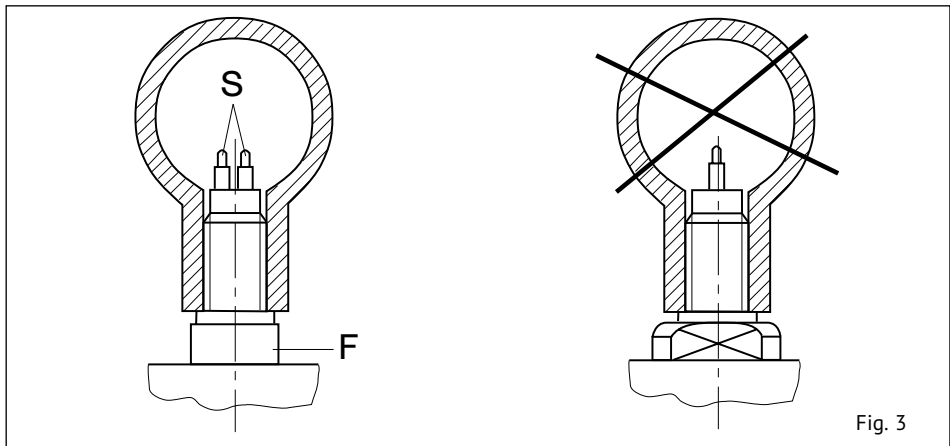

Fig. 3
- Die Messfühler (S) müssen nebeneinander im Rohr liegen (siehe Fig. 3).
- The two sensors (S) must be side by side across the direction of flow (see fig. 3).
Die beiden Messfühler (S) müssen im eingebauten Zustand nebeneinander im Strömungsmedium liegen. Dies ist der Fall, wenn die Schlüsselansatzflächen (F) parallel zur Rohrleitung stehen (siehe Fig. 3). Bis 64 mm Rohrdurchmesser beträgt die Einschraubtiefe 8 mm (siehe Fig. 5a). Größer 64 mm Rohrdurchmesser muss die Fühlermitte (schräger Absatz) auf 1/8 des Rohrdurchmessers eingeschraubt werden (siehe Fig. 5b). Der Pfeil (Laserbeschriftung) an der Seite des Gehäuses muss in Strömungsrichtung zeigen.
The two sensors (S) of the flow meter must be aligned side by side directly across the direction of flow. The sensors are correctly positioned when the wrench flats (F) are aligned parallel with the pipe (see fig. 3). For inside pipe diameters up to 64 mm the screw-in depth is 8 mm (see fig. 5a). For inside pipe diameters greater than 64 mm the shoulder of the two sensors must be positioned at 1/8 of inside pipe diameter (see fig. 5b). The arrow (laser marking) at the side of the housing must show in direction of flow.